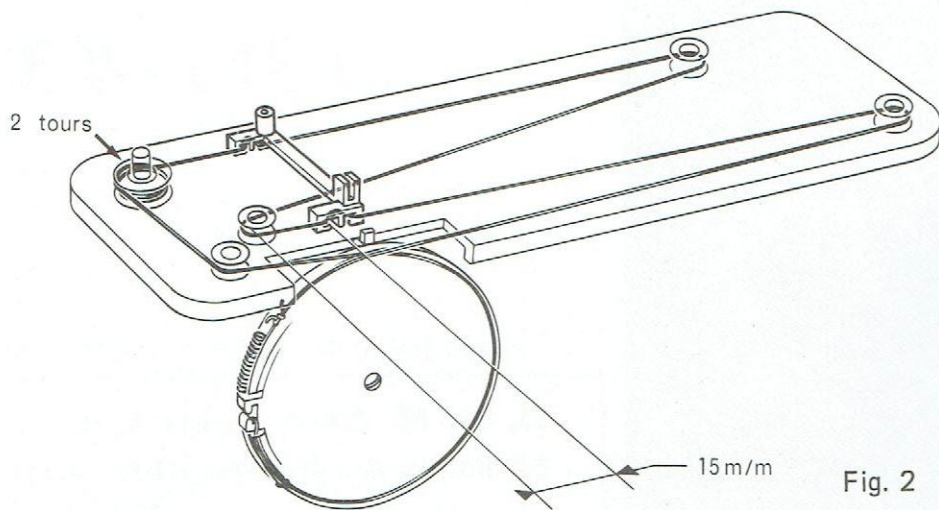

Fig. 2
- 2° - Tourner le condensateur variable de sorte que sa poulie en plastique ait la position indiquée par la figure 2.
- 4° - Fixer le support aiguille (10) sur le cordonnet comme indiqué par la figure 2.